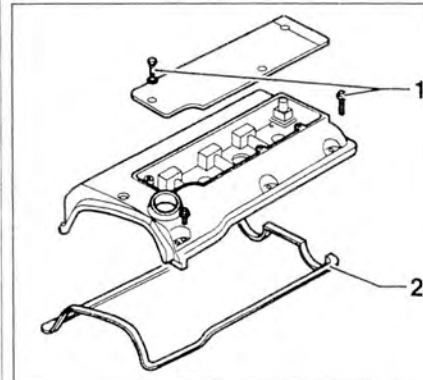

Рис. 2.37. Открутите и снимите крышку головки блока цилиндров. Проверьте прокладку крышки 2 и, если необходимо, замените ее.
8. Открутите и снимите крышку головки блока цилиндров. Проверьте прокладку крышки 2 и, если необходимо, замените ее (рис. 2.37).